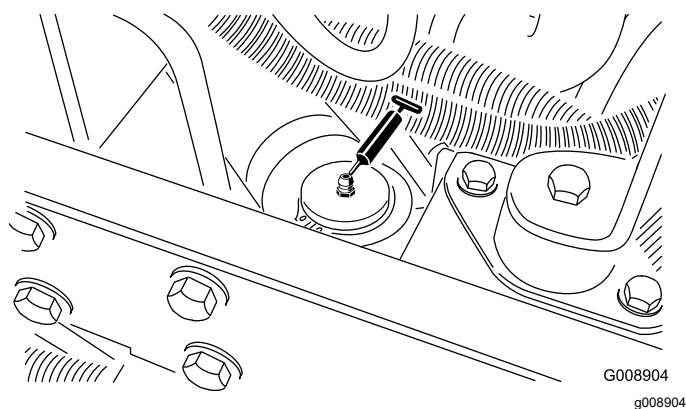

Figura 70
- Cilindro di sterzo (Figura 70)